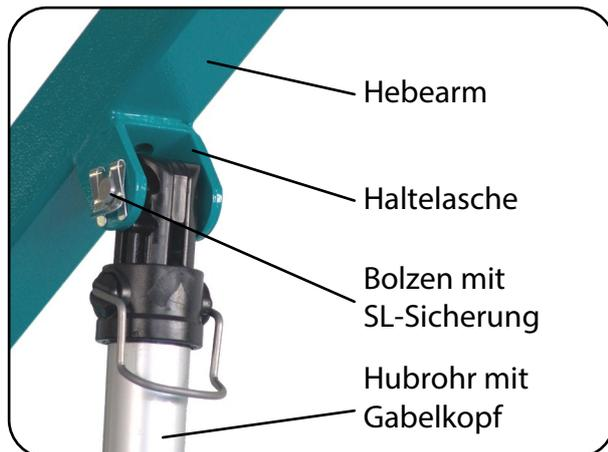

Abb.13.2.01 – Haltelasche an dem Hebearm
2. Entfernen Sie die SL-Sicherung und den Bolzen, der den Hubantrieb an der Haltelasche des Hebearmes befestigt (Abb. 13.2.01). Schwenken Sie den Hubantrieb nach vorne und montieren den Bolzen mit der SL-Sicherung in der nun freien Haltelasche.